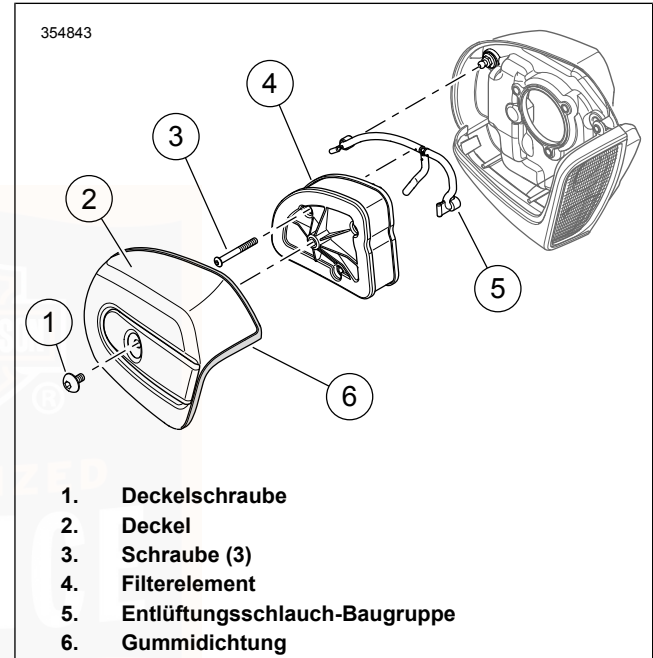

Abbildung 80. Luftfilterbaugruppe (Standard)
1. Siehe Abbildung 80. Schraube (1) und Luftfilterabdeckung (2) mit Gummidichtung (6) entfernen.
2. Die drei Schrauben (3) entfernen.
3. Filtereinsatz (4) entfernen, dabei den Entlüftungsschlauch aus dem Loch auf der Innenseite ziehen.
4. Entlüftungsschlauch (5) von den Entlüftungsschrauben entfernen.
1. Siehe Abbildung 80. Den Entlüftungsschlauch (5) auf den Entlüftungsschrauben anbringen.
2. Filtereinsatz (4) anbringen und dabei den Entlüftungsschlauch in den Filtereinsatz einführen.
3. Die Schrauben (3) anbringen. Die Schrauben anziehen.